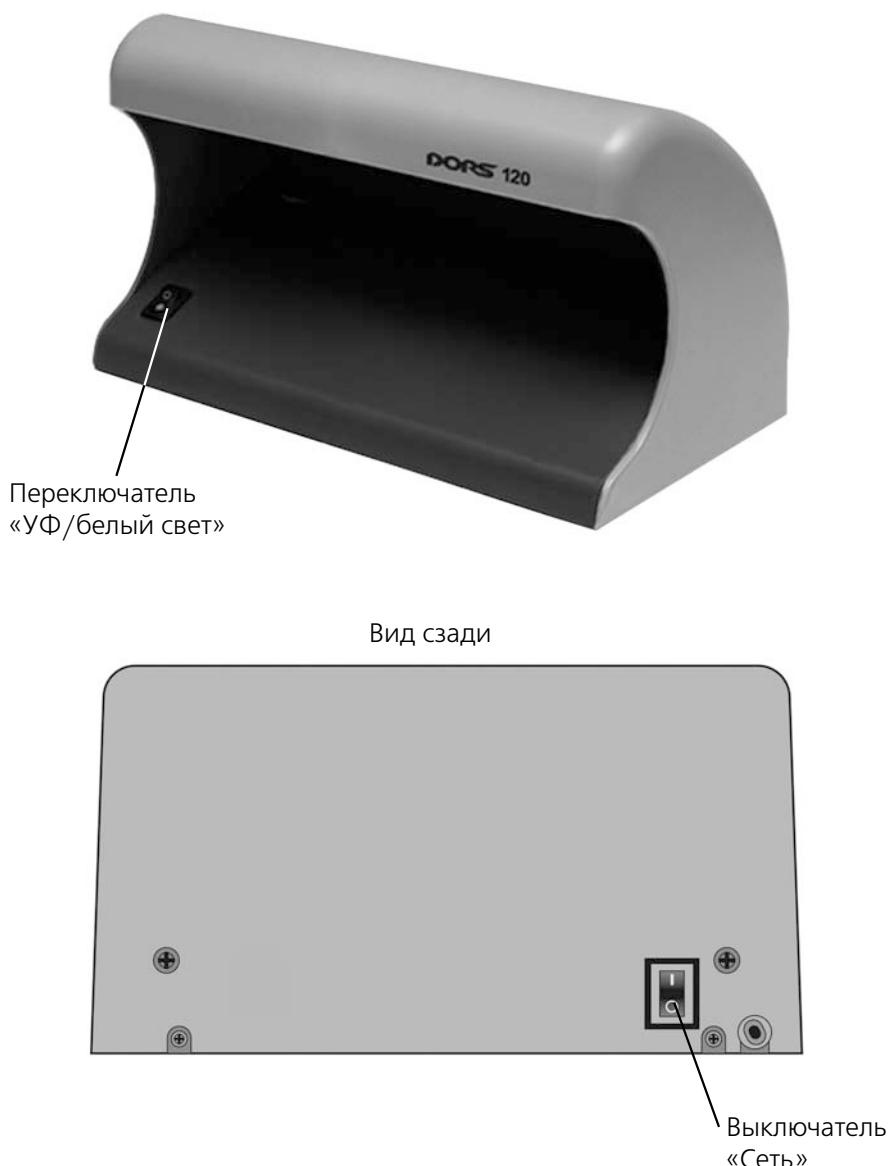

Рис. 1
1. Подключите прибор к сети (220/110 В, 50/60 Гц) и включите его с помощью выключателя «Сеть» на задней панели прибора (рис. 1).